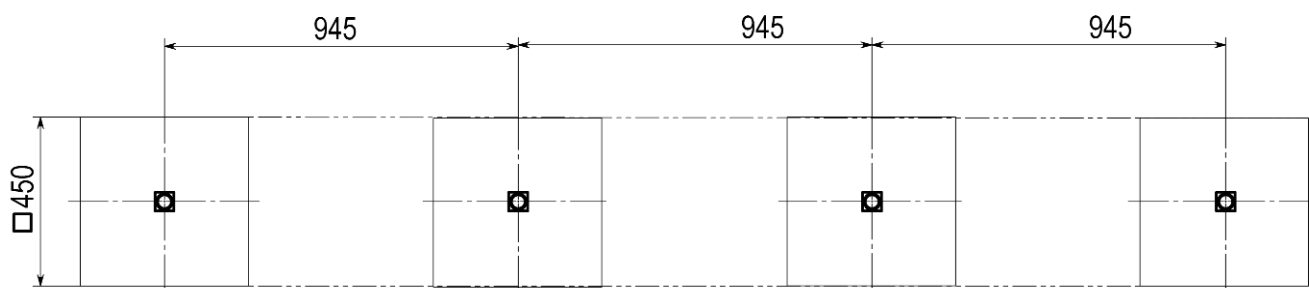

Рис.4
3) Схема монтажу фундаменту виробу представлена на рис.4.